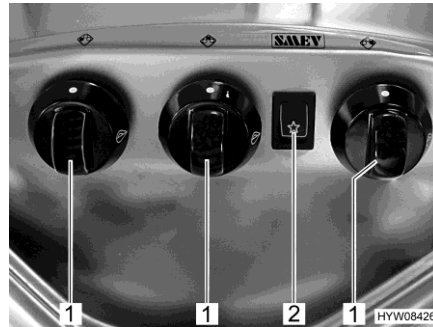

Fig. 189 Boutons de commande (réchaud à gaz)
- Tourner le bouton tournant (Fig. 189,1) du brûleur désiré en position d'allumage (grande flamme).
- Appuyer sur le commutateur à bascule (Fig. 189,2). Le brûleur produit des étincelles.